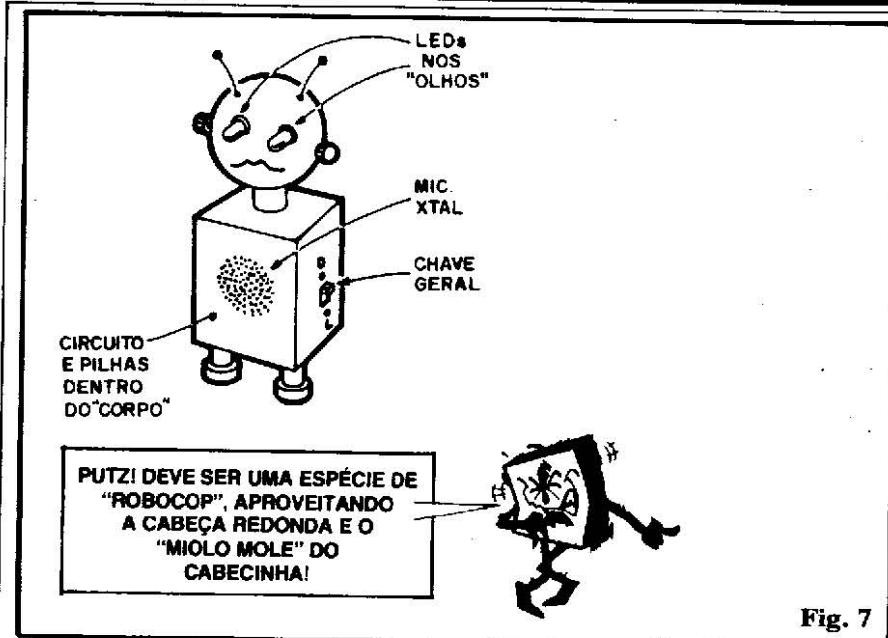

Fig. 7
- FIG. 7 - Sugestão para “acabamento” ou adaptação do circuito a um brinquedo “feito em casa” ou comprado pronto... A ilustração baseia-se no “aproveitamento” de um pequeno “robô”, porém muitas outras possibilidades “estéticas” existem (a imaginação do Leitor/Aluno é o limite...). Como são **dois** os LEDs que manifestam a Sáfa do circuito, nada mais lógico que, numa figura de animal, pessoa ou robô, estes sejam aplicados aos olhos do personagem... A cápsula de microfone pode ficar em qualquer ponto conveniente do “corpo”, e, embutidos neste, a placa do circuito e as pilhas... O interruptor (chave H-H mini) pode ser posicionado numa das laterais, ou na traseira do boneco...